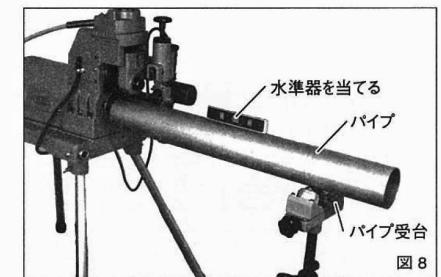

図8
①パイプの高さ調整
- 1.加工するパイプを下ローラに乗せ、片方をパイプ受け台で支えます。(図8)